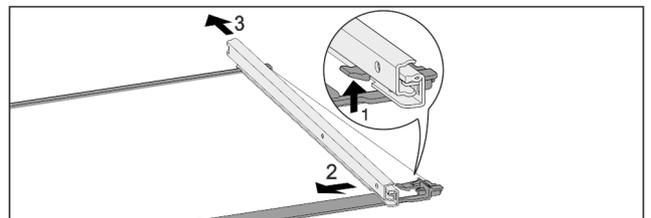

Fig. 139 Glasplatte mit Schienen
- ▶ Vordere Rasthaken nach oben drücken. Fig. 139 (1)
- ▶ Auszugsschiene zur Seite Fig. 139 (2) und nach hinten Fig. 139 (3) wegschieben.